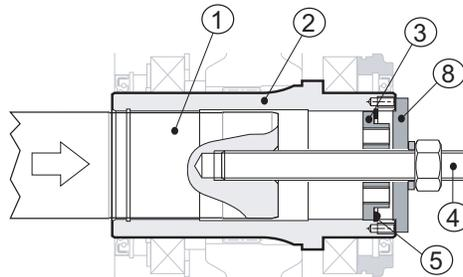

Fig. 15
Ensuite, insérez dans leur logement premièrement le fond (pos. 3), puis le Seeger pour intérieur (pos. 5), à ce stade, visser l'écrou de la barre filetée amène les deux arbres en butée les uns avec les autres (voir Fig. 15 (p. 26)).